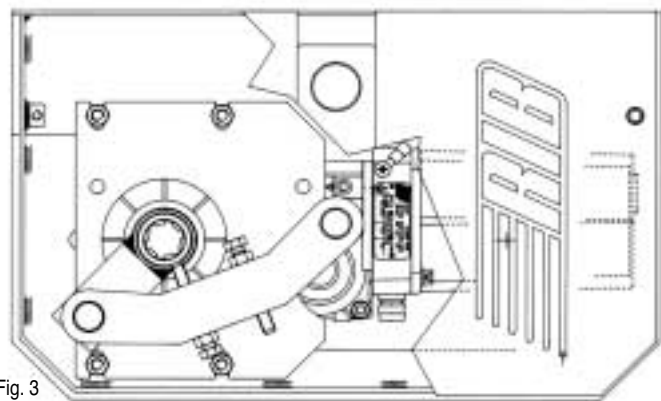

Fig. 3
**MAGIC, dans sa version 105° (fig. 3)** est équipé d'un variateur de vitesse du vantail, tant en ouverture qu'en fermeture (ouverture lente au début puis rapide, fermeture rapide au début puis lente à l'arrivé en butée).